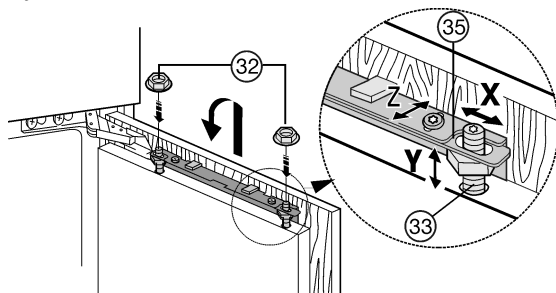

Fig. 32
- Accrocher la porte du placard sur les boulons d'ajustage, visser légèrement les contre-écrous *Fig. 32 (33)* sur les boulons d'ajustage *Fig. 32 (32)*.
- Ajuster la porte du placard à hauteur de Y et en l'inclinant sur le côté : régler les boulons d'ajustage *Fig. 32 (33)* à l'aide d'un tournevis.
- Serrer les contre-écrous *Fig. 32 (32)*.